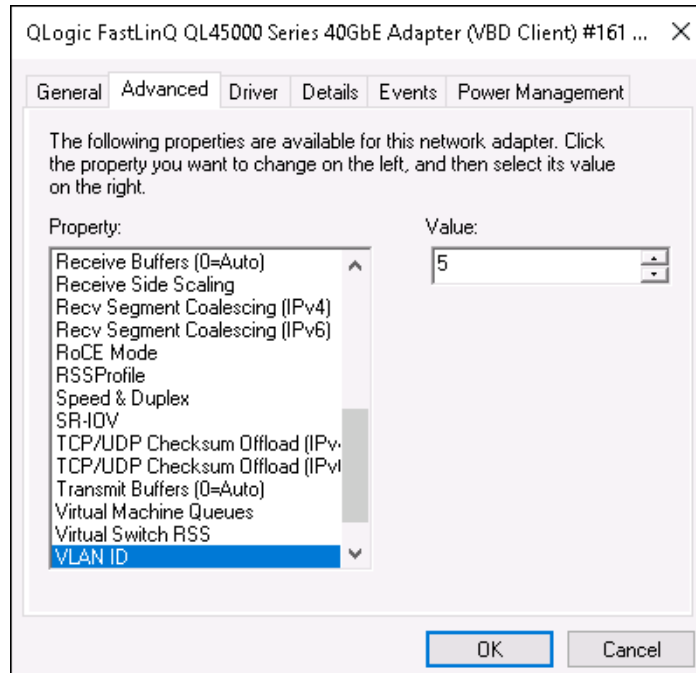

Figura 9-10. Advanced Properties (Propiedades avanzadas): Configuración del Id. de VLAN
- b. En la página Advanced Properties (Propiedades avanzadas) del adaptador (Figura 9-10) en **Property** (Propiedad), seleccione **VLAN ID** (Id. de VLAN) y después establezca el valor.